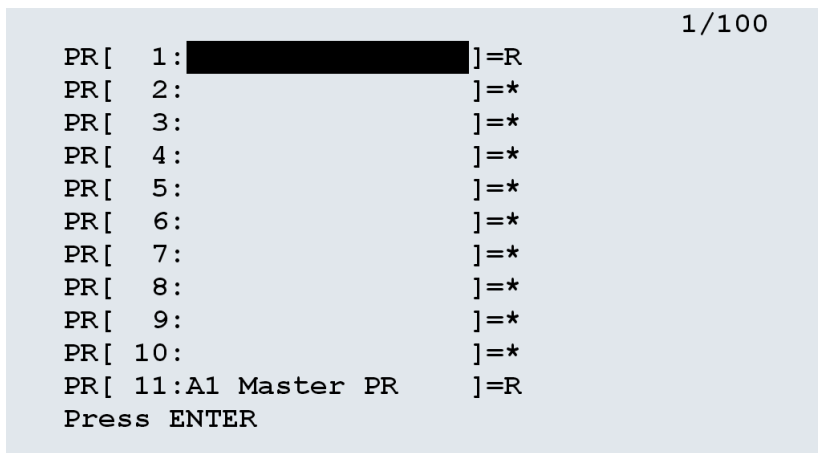

Рис. 15: Экран регистров положения
3. Откроется экран регистров положения (рисунок 15);
- (б) Звёздочка (\*) указывает, что значение не хранится (рисунок 15).